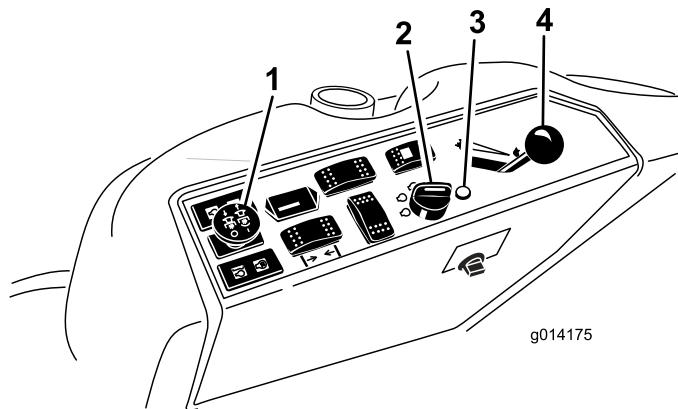

Bild 13
4. Schieben Sie den Zapfwellenantriebsschalter auf „Aus“ (Bild 13).
5. Bewegen Sie den Gasbedienungshebel in die Mittelstellung zwischen Langsam und Schnell (Bild 13).